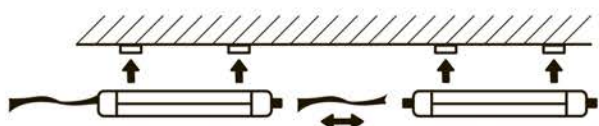

Рисунок 8
5.2 Конструкцией предусмотрено шлейфовое соединение светильников до десяти светильников в ряд (рисунок 8). Соединение осуществляется при помощи розетки, встроенной в торцевую часть светильника и соединительного шнура; заглушка с розетки предварительно